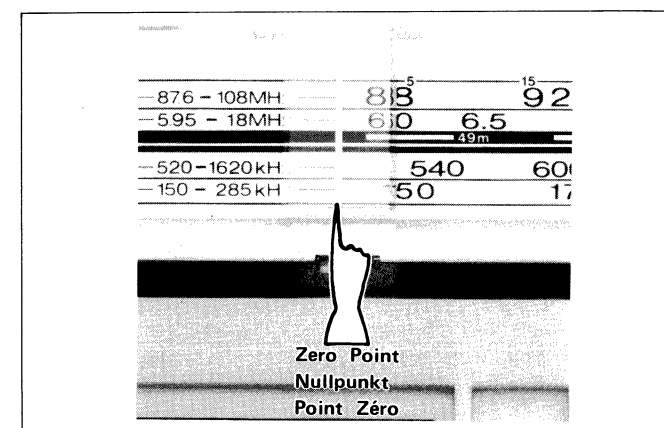

Figure 27-2 Abbildung 27-2
- 2. Turn the tuning control knob driving shaft fully counterclockwise, and adjust the dial pointer to come into "0" position of the dial scale plate. (Figure 27-2)
- 2. Die Abstimmreglerknopf-Antriebsachse bis zum Anschlag entgegen dem Uhrzeigersinn drehen, dann den Skalenzeiger auf die Stellung "0" der Skalenplatte einstellen. (Abb. 27-2)
- 2. Tourner entièrement à gauche l'arbre d'entraînement du bouton de commande de tonalité et régler l'index du cadran de telle sorte qu'il soit sur la position "0" de la plaque de l'échelle du cadran. (Figure 27-2)